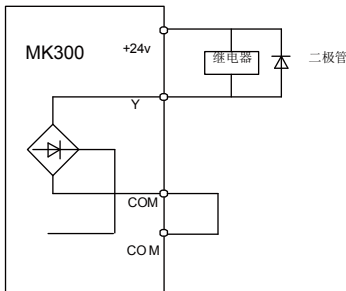

图 3-17 数字输出端子接线示意图
**注意：**一定要正确安装吸收二极管的极性。如图 3-17。否则当数字输出端子有输出时，马上会将直流 24V 电源烧坏。